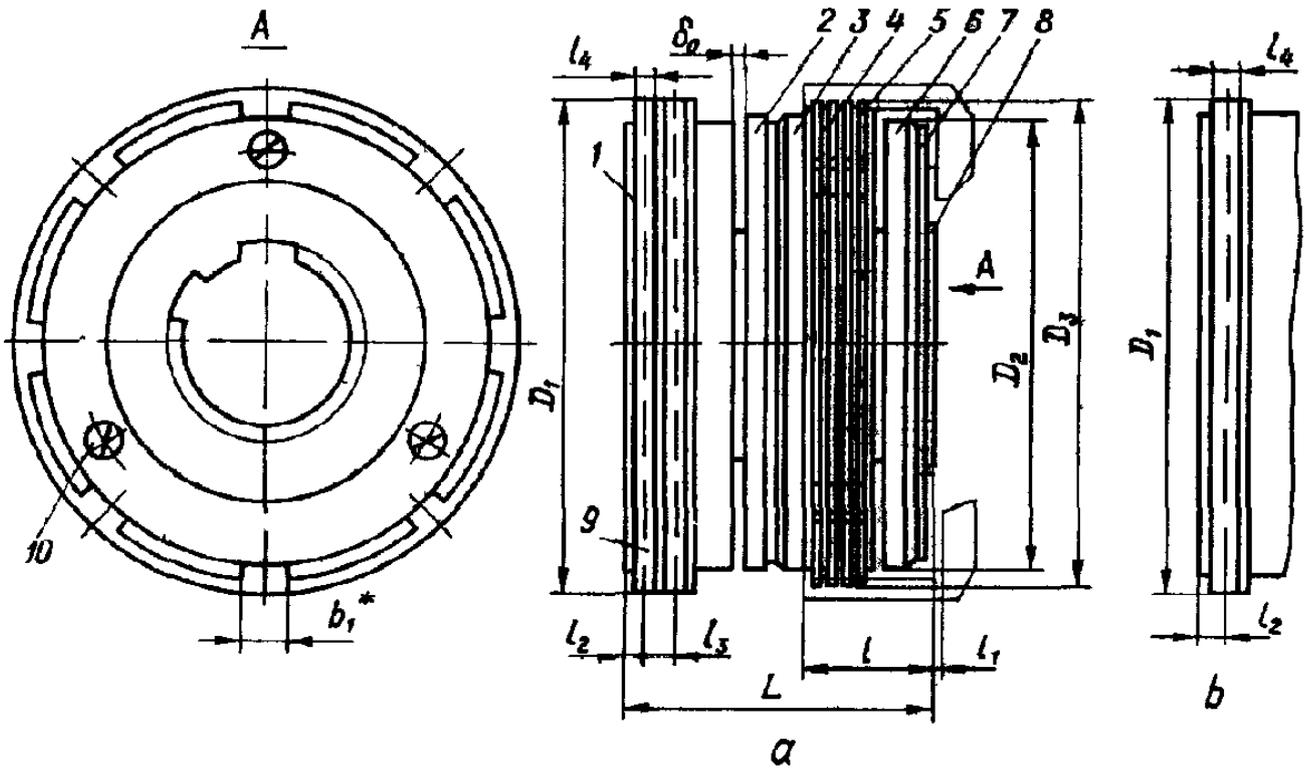
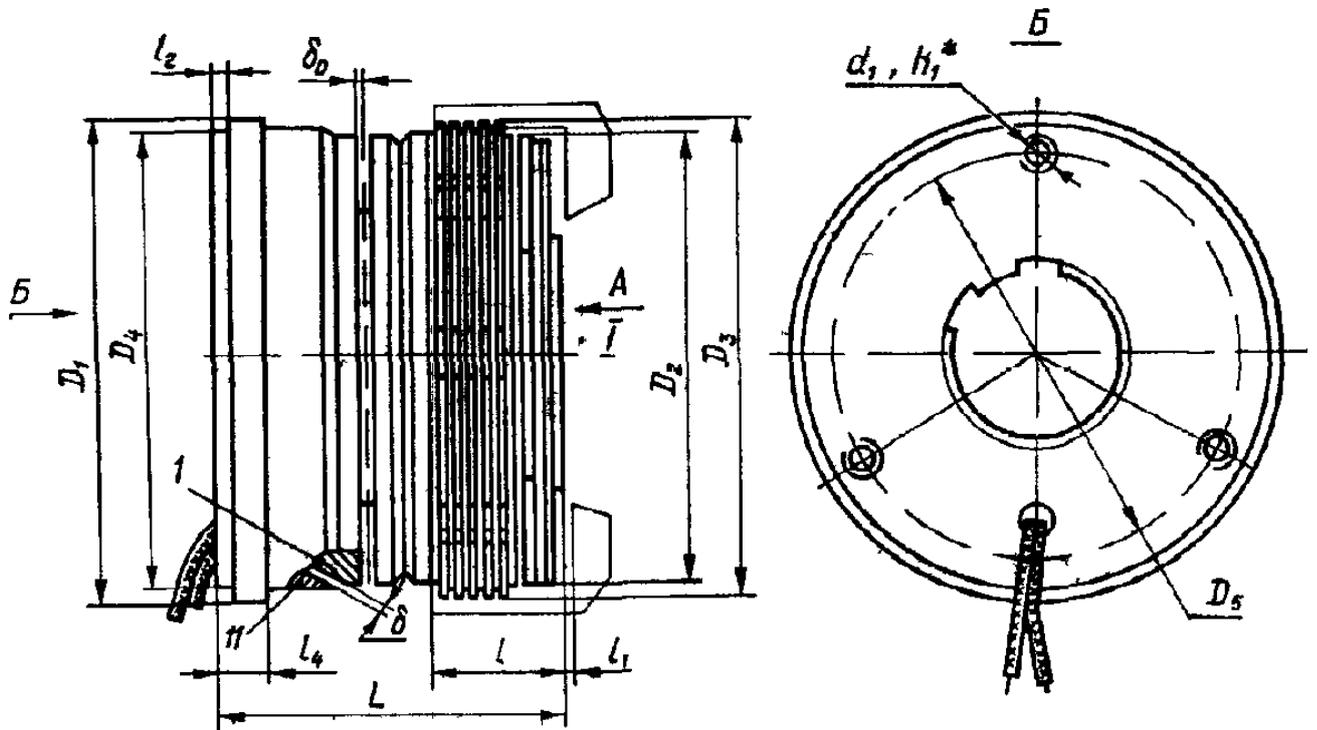
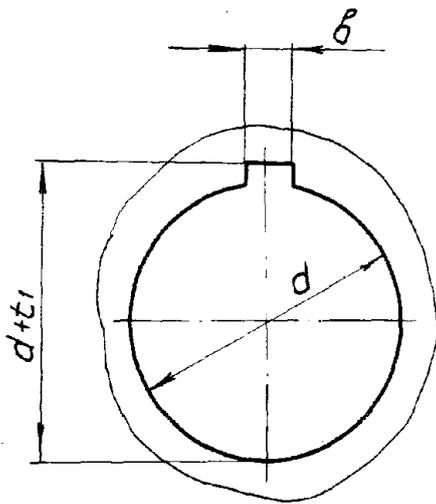

Рис.1. Муфты контактные:
Рис.2. Муфты бесконтактные:
Рис. 4. Гладкое посадочное отверстие.
3.1. Муфта (рис. 1, 2, 3) состоит из следующих основных частей:
4.2. При монтаже втулка муфты жестко связывается с ведущим (ведомым) валом при помощи шлицев или шпонки (рис. 4). Держатель бесконтактной муфты крепится при помощи винтового соединения (отверстие d_1 , рис.2).
I — см. рис. 1, * 3 пазов
I — см. рис. 1; II — см. рис. 2.
- ✓ величину зазора δ (см. рис. 2 и табл. 3) между корпусом и держателем;
- ✓ отвинтите три винта 10 (рис. 1), крепящие фиксатор 7;
- ✓ наденьте на втулку 8 новые диски в последовательности, указанной на рис. 1 (крайними с обеих сторон пакета должны быть внутренние диски).